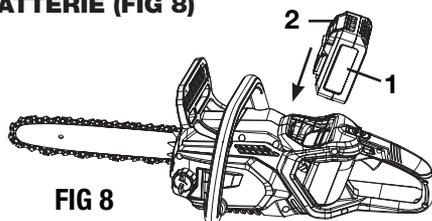

FIG 8
### INSTALLATION OU RETRAIT DU BLOC-BATTERIE (FIG 8)
- Pour installer le bloc-batterie, glissez le bloc-batterie (1) dans le récepteur de batterie en haut du boîtier du produit jusqu'à ce qu'il se fixe en place en émettant un clic, comme illustré à la FIG. 8. Tirez légèrement sur la batterie pour vous assurer qu'elle est ancrée et qu'elle ne tombera pas accidentellement du produit, ce qui pourrait causer une blessure.
- Pour retirer le bloc-batterie, tirez-le hors du produit en appuyant sur l'onglet de fixation de la batterie (2).